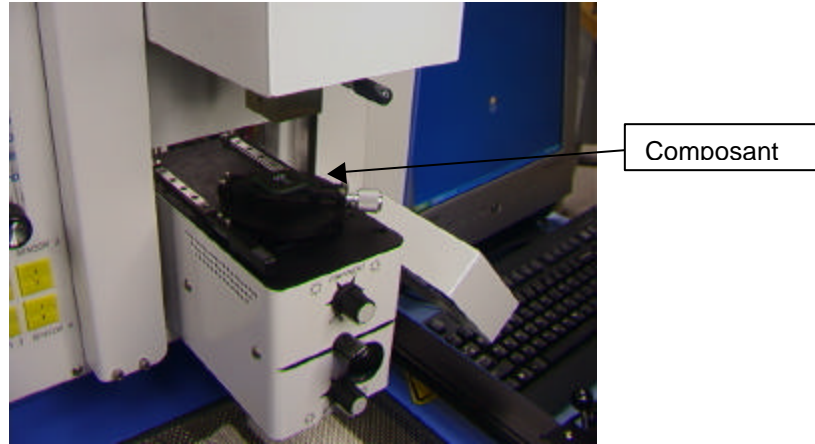

Figure 17a
- ix. Placez le composant dans la plaque de montage sur le boîtier de la caméra. (Figure 17a)